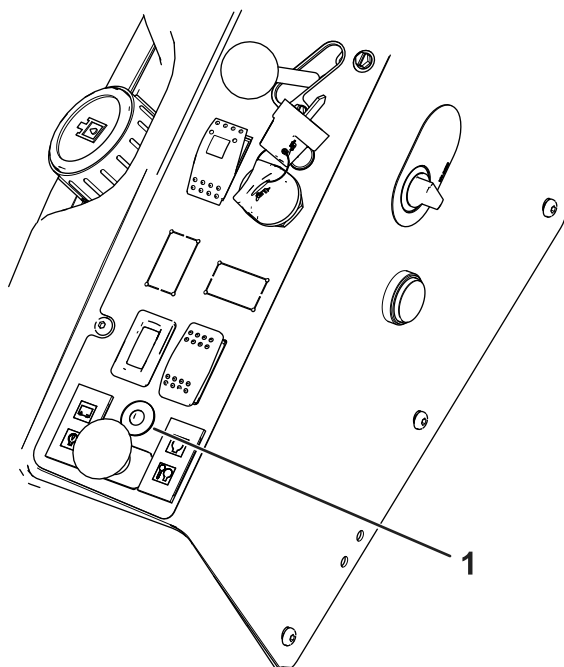

图 11
- 传感器校准时LED 灯图 11 会闪烁。
灯光和警报指示斜坡的陡峭程度 图 11